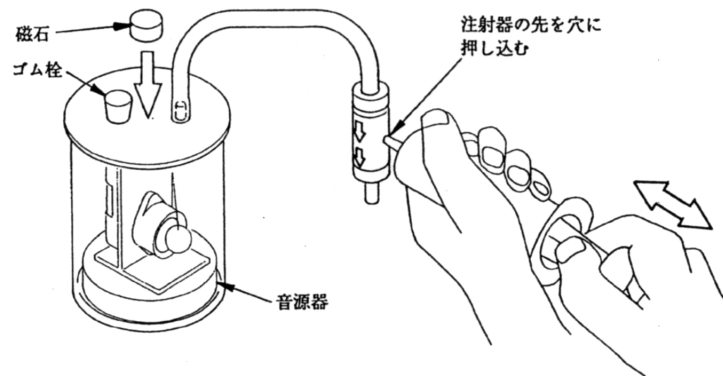

図3 真空鈴の実験
- 2) 接続チューブは、弁の「吸気側」に接続してください。(図3参照)